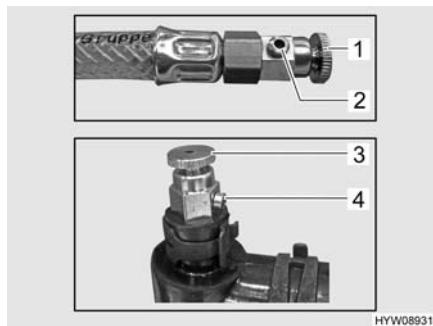

Fig. 180 Valvole di sfiato
- Aprire la valvola di sfiato (Fig. 180,1 o 3) e lasciarla aperta finché non esce più aria dall'apertura della valvola (Fig. 180,2 o 4).